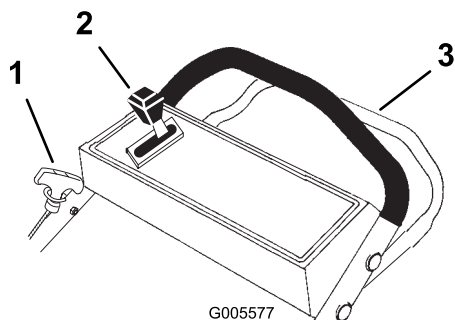

Figure 10
Les commandes se trouvent sur la partie supérieure du mancheron comme illustré à la Figure 10.
4. Serrez la barre de commande contre la partie supérieure du mancheron (Figure 10).